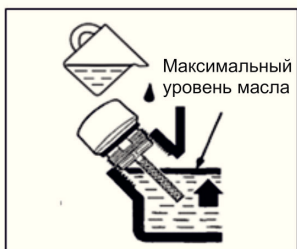

Рис. 11
6. Установите мотопомпу на горизонтальной поверхности и залейте новое моторное масло рекомендованное производителем до нижней кромки маслосливной горловины (рис. 11);